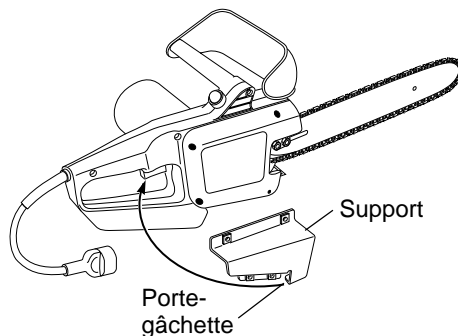

Figure 5 - Support avec porte-gâchette
1. Glisser le support de poignée par-dessus la poignée de la tronçonneuse depuis le côté droit (voir la Figure 5). *Note :* il faut appuyer sur la gâchette pour que le support se mette en place sur la poignée. Enfoncer le bouton de verrouillage et appuyer sur la gâchette. Tout en continuant à appuyer sur cette dernière, placer la partie porte-gâchette du support sous la gâchette et glisser le support sur la poignée de la tronçonneuse. Le support maintient la gâchette en position de marche.